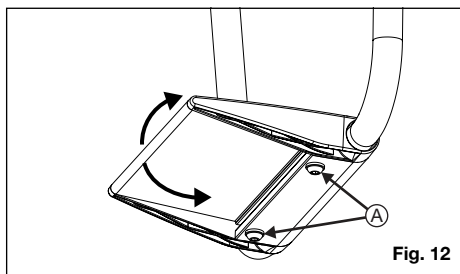

Fig. 12
1. Afloje los dos tornillos (Fig. 12:A) en la parte inferior del apoyapiés con una llave Allen de 4mm.
2. Gire el apoyapiés al ángulo deseado y fíjelo en su lugar apretando de nuevo los dos tornillos (Fig. 12:A)